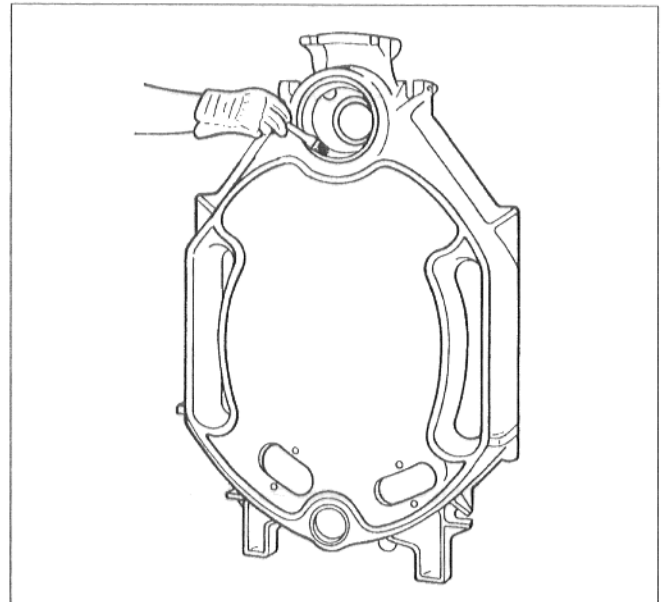

Fig. 8
- Tettningssflaten i navene renses med bensindynket fille (Fig. 8).
- Påfør et godt lag med mønje på tettningssflaten i navene med en pensel (Fig. 8).